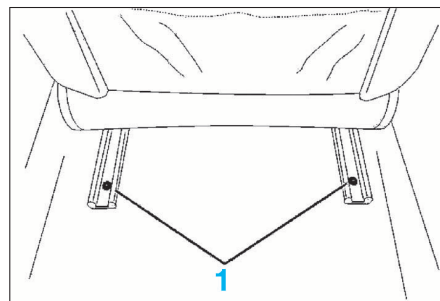
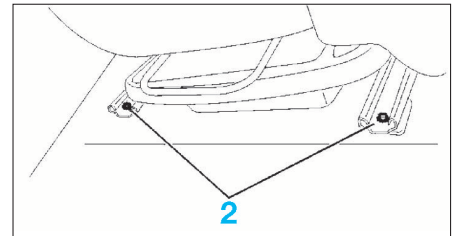

FIG. 11
FIG. 12
- Déposer les fixations (1) (Fig.11).
- Déposer les fixations (2) (Fig.12).
- Déposer les vis de fixations du siège conducteur (Fig.11 et Fig.12).